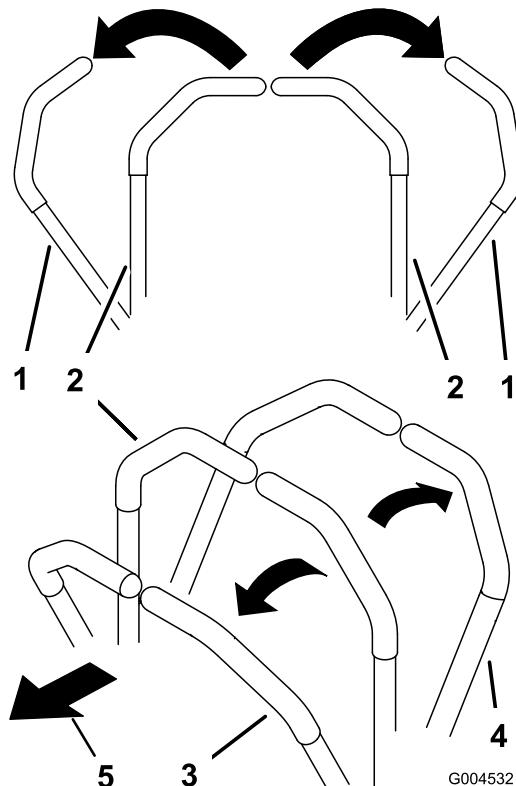

Bild 16
2. Schieben Sie für das Vorwärtfahren die Fahrantriebshebel langsam vorwärts (Bild 16).
Wenden Sie zum Geradeausfahren auf beide Fahrantriebshebel denselben Druck an (Bild 16).
Verringern Sie zum Wenden den Druck auf den Fahrantriebshebel an der Seite, in deren Richtung Sie wenden möchten (Bild 16).